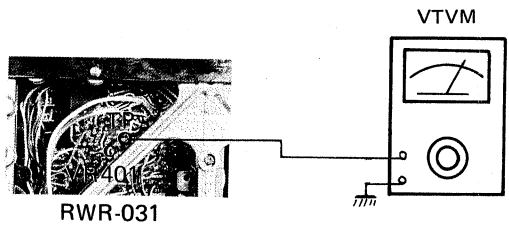

Fig. 24
21.3 OSCILLATION STRENGTH (Fig. 24)